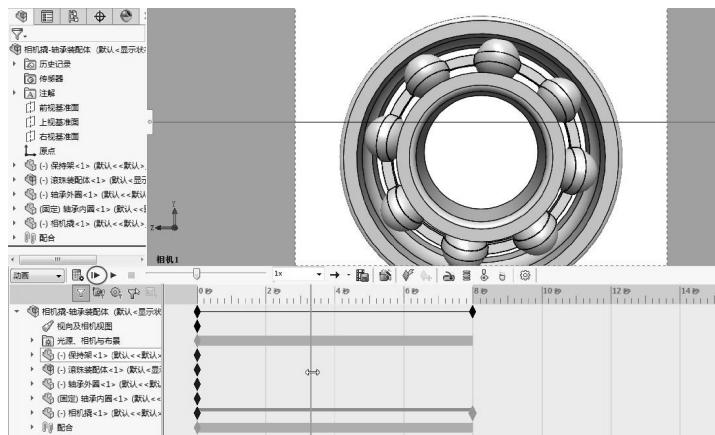

图 8-34 播放相机动画
- 21 单击 MotionManager 工具条中的【从头播放】按钮▶，开始播放创建的相机动画，如图 8-34 所示。最后保存动画文件。